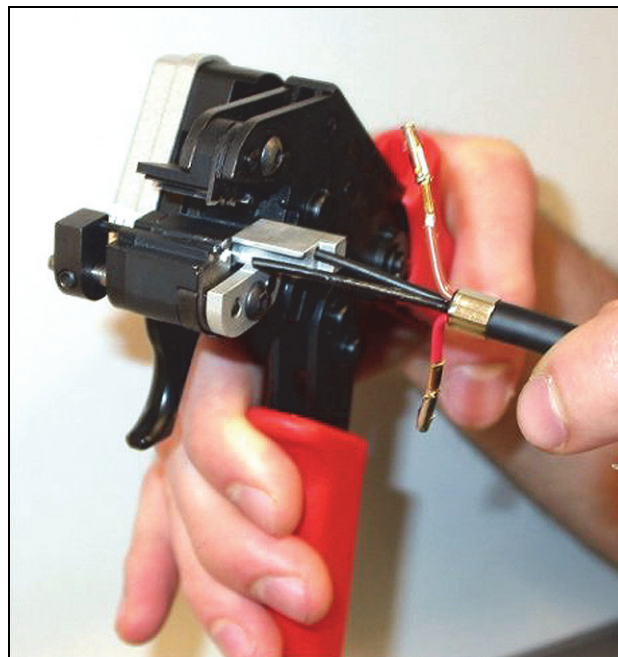
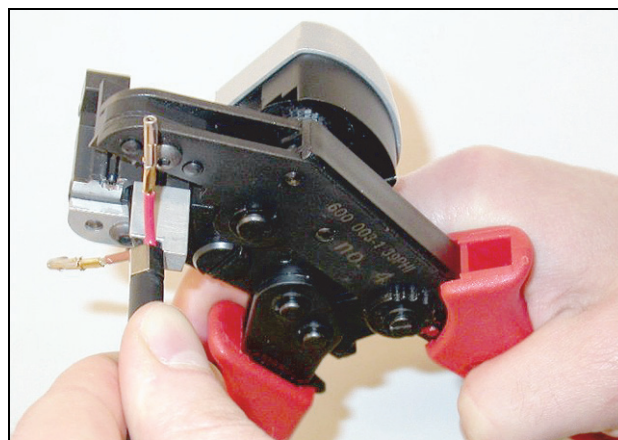

abbildung 30.16: Zuschneiden eines LWL (1)
abbildung 30.17: Zuschneiden eines LWL (2)
- 13 Schieben Sie die optischen Kunststofffasern in das POF-Schneide-/Abisolierwerkzeug ein (Werkzeug 6). Den LWL, der abgeschnitten werden soll, in die kleine Führungsöffnung und den anderen in die große setzen (siehe abbildung 30.16). Die Buchse muss am Anschlag anliegen (siehe abbildung 30.17).